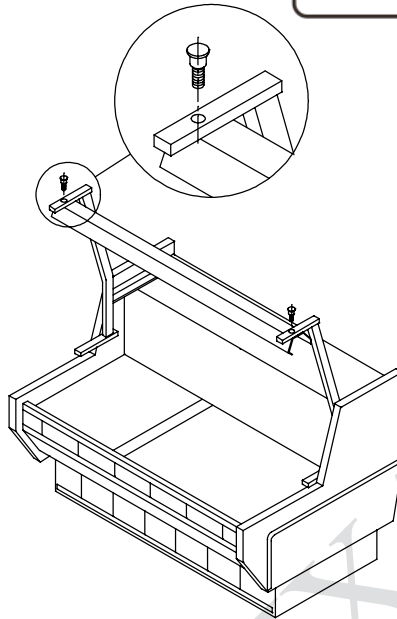

Fig. 4
- ⇒ Fixer les vis du support en aluminium du néon comme indiqué sur la figure 4.
- ⇒ Locate fixing screws of the aluminium light kit into brackets, as shown on figure 4.